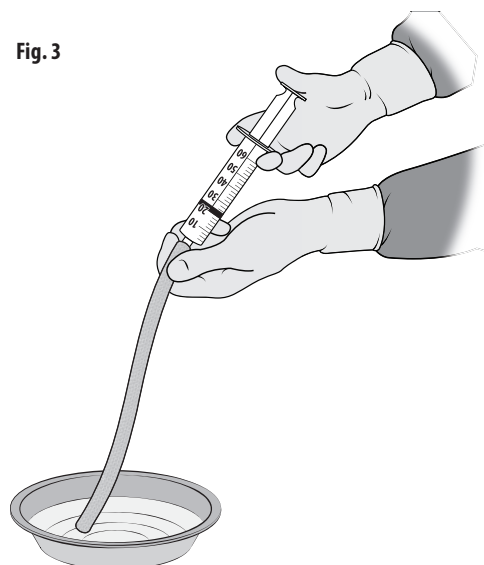

Fig. 3
- Utiliser une seringue stérile pour rincer l'ouverture de la prothèse avec 20 ml de sérum physiologique stérile. Fig. 3. Répéter au moins deux fois.